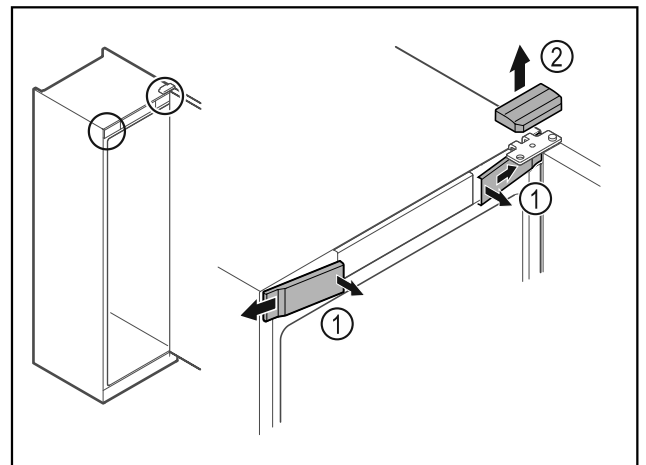

Fig. 8
- ▶ Звільніть передні кришки Fig. 8 (1) всередині від фіксатора та поверніть убік.
- ▶ Зніміть верхню кришку Fig. 8 (2) вгору.